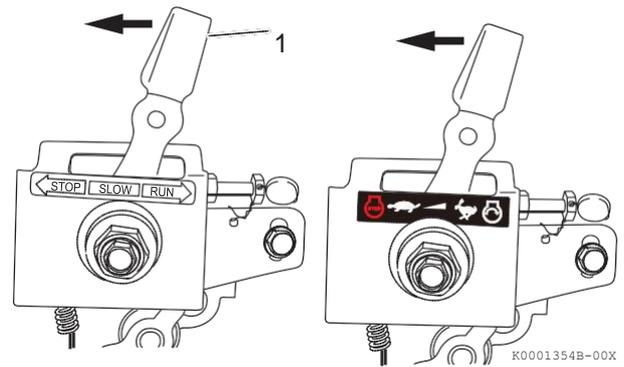

Figure 15
1. Si votre commande de vitesse moteur est similaire à la Figure 15 faites glisser le levier de commande (**Figure 15, (1)**) dans le sens indiqué pour régler la vitesse moteur.